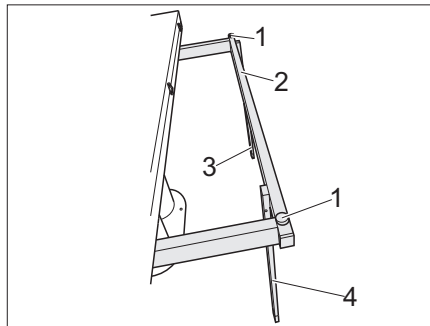

Fig. 109 Collocare i supporti in posizione verticale
- Estrarre la sottostruttura del tavolo (Fig. 109,2).
- Collocare i supporti (Fig. 109,3 e 4) in posizione verticale.
- Regolare il piano del tavolo all'altezza desiderata utilizzando le due viti di regolazione (Fig. 109,1).